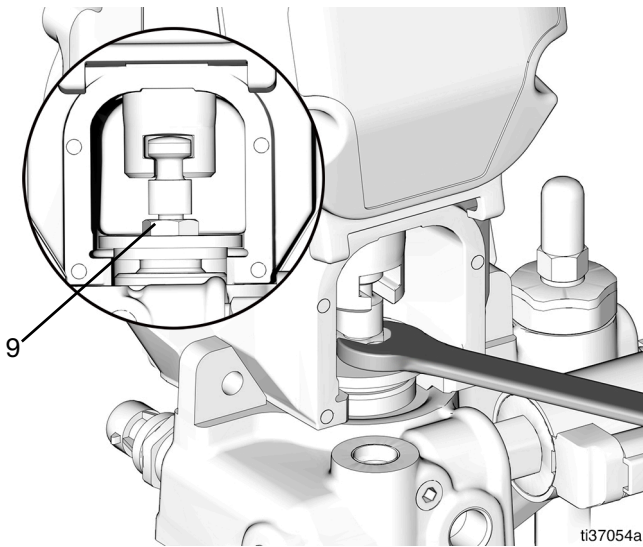

FIG. 33
11. Retirez le couvercle de protection (8).
12. Desserrez l'écrou de retenue (9) avec une clé plate de 5/8 po. (FIG. 33).